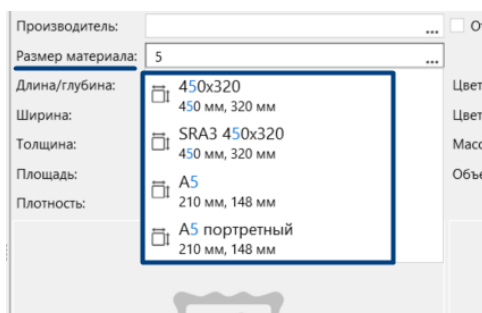

Рис. 16
- методом автоматического подбора из Компонента «Размеры», при вводе от одного символа его наименования или значения размера (Рис. 16);